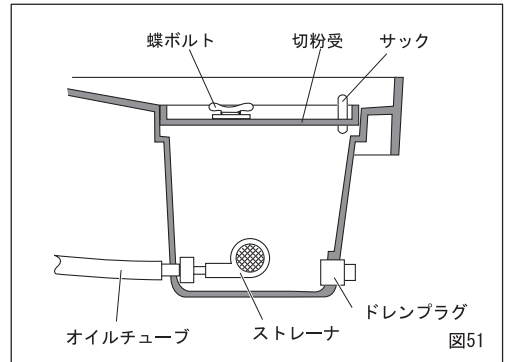

図51
3. オイルタンクの清掃 (図51)
細かい切粉がタンク内にたまりますので月に1回程度タンク内をきれいに掃除してください (図51)。